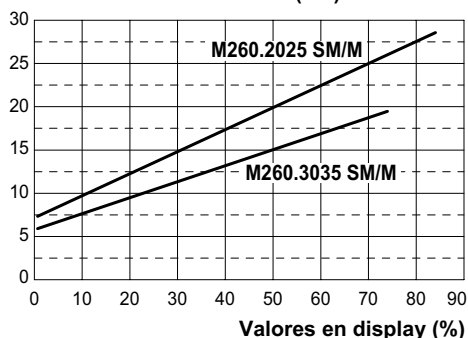
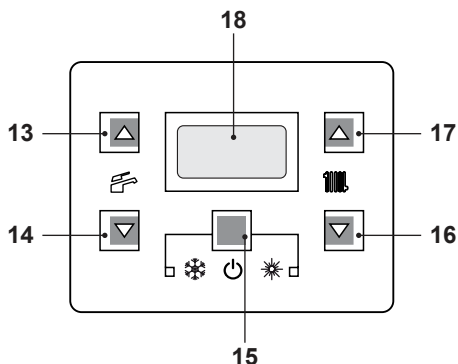

Figura 7.9
Figura 7.12
La regulación de la potencia útil en funcionamiento de calefacción es independiente de la configurada para el agua sanitaria. El gráfico de la Figura 7.9 muestra cómo varía la potencia útil de la caldera al modificarse el valor ajustado en la tarjeta de control.
- Entre en la "modalidad de programación" pulsando simultáneamente durante 10 segundos los botones 15 - 16 - 17 (Figura 7.12) hasta que aparezcan en la pantalla LCD las letras **Pr** alternadas con el código **01**, que indican la entrada en el "parámetro 01" (Figura 7.13).
- Pulse simultáneamente los botones 15 y 17 (Figura 7.12) hasta que aparezca en la pantalla LCD el valor del parámetro 12 (Figura 7.15) (74 = M260.2025 SM/M o 84 = M260.3035 SM/M).
- Usando los botones 16 o 17 (Figura 7.12) se puede modificar el valor del parámetro 12 (consúltese el gráfico Figura 7.9 para determinar el valor correcto en función de la potencia útil de calefacción).
- Pulsando el botón 15 (Figura 7.12) se confirma el valor introducido.
- Pulsando simultáneamente los botones 15 y 16 (Figura 7.12) se sale sin modificar el valor (se vuelve a la lista de parámetros Figura 7.14).
- Pulsando simultáneamente durante 10 segundos los botones 15 - 16 - 17 (Figura 7.12) se sale de la "modalidad de programación".